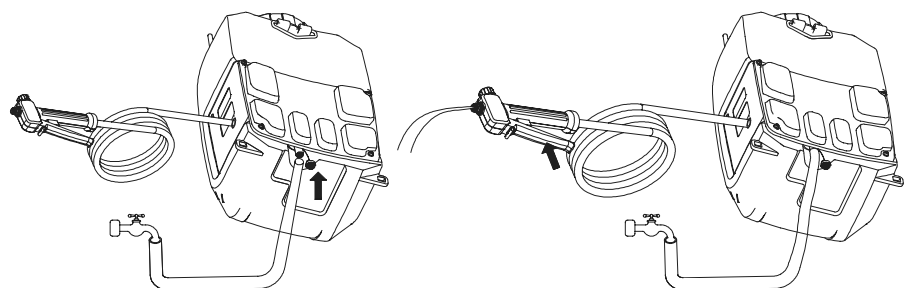

Figura 16
5. Aprire lentamente il rubinetto dell'acqua e premere contemporaneamente la leva per consentire all'acqua di sciogliere eventuali detriti aderiti alla pompa. Fare riferimento alla Figura 16.